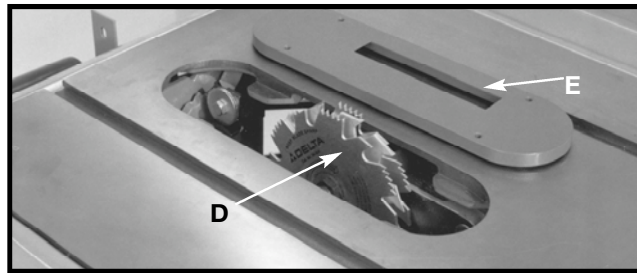

Fig. 55
2. Fixer l'ensemble à rainurer (D) fig. 55, sur l'arbre de la scie.
⚠ ATTENTION L'INSERT DE TABLE POUR L'ENSEMBLE À RAINURER ACCESSOIRE (E) FIG. 55, DOIT ÊTRE UTILISÉ AU LIEU DE L'INSERT DE TABLE STANDARD.